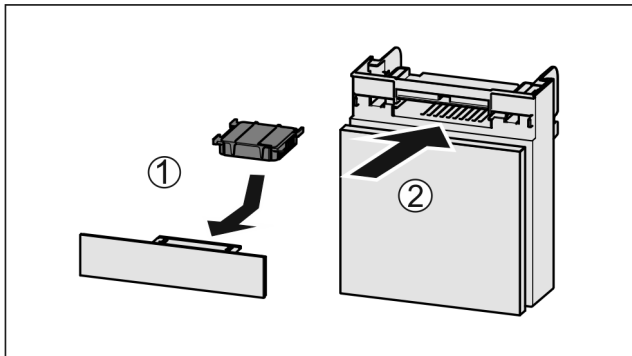

Fig. 84
- ▶ Inserire il vano Fig. 84 (2).